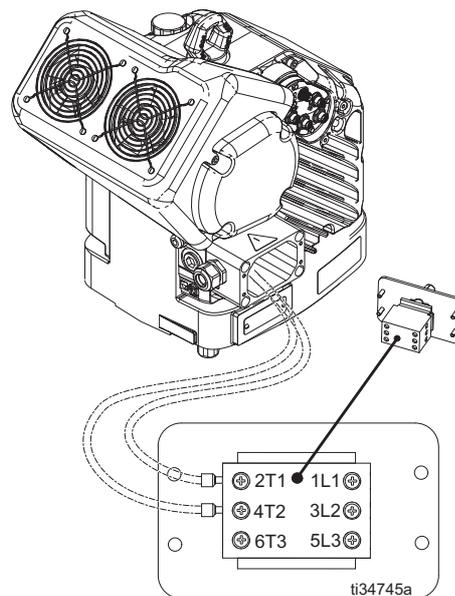

ABB. 4: Klemmenanschlüsse
3. Überprüfen Sie bei abgenommenem Netzschalter (D) und abgenommener Abdeckung des Anschlusskastens (DA), ob die Kabel im Anschlusskasten wie in ABB. 4.
5. Installieren Sie die Stromkabel an den Klemmen 1L1 und 3L2. Siehe ABB. 4.